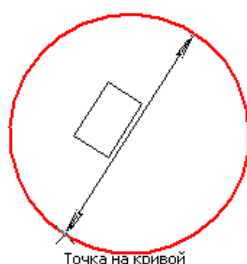

Рис. 18.10
- Активизируйте команду диаметральный размер на панели **Размеры**. Наведите курсоров на окружность диаметром **44 мм** и щелкните по ней (рис. 18.10).